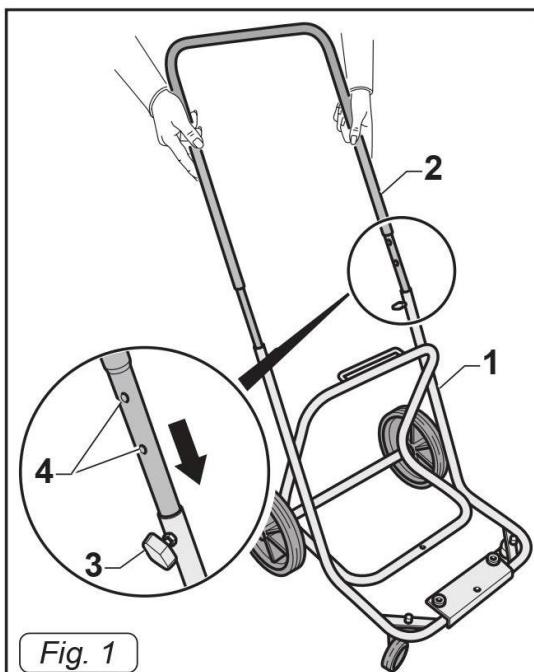

Fig. 1
- Placer kørestellet på gulvet (1, Fig. 1).
- Indsæt bøjlen (2, Fig. 1) i kørestellet.
- Bøjlens højde justeres og fastgøres ved at stramme møtrikken (3, Fig. 1) i en af de to positioner (4, Fig. 1).